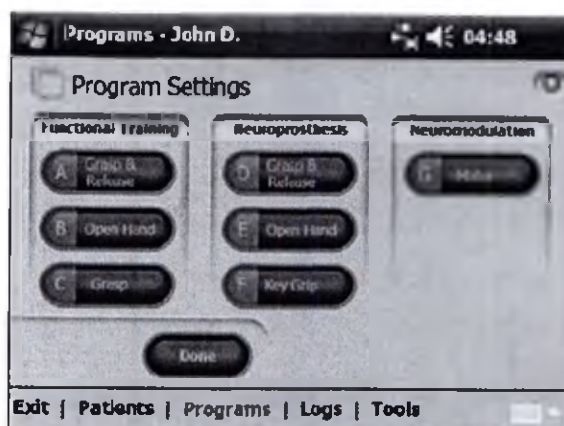

Рис. 8-17 Окно настроек программы
- 1 В меню программ, настроек нажмите настройки программ, чтобы открыть окно настроек. См. рисунок 8-17.